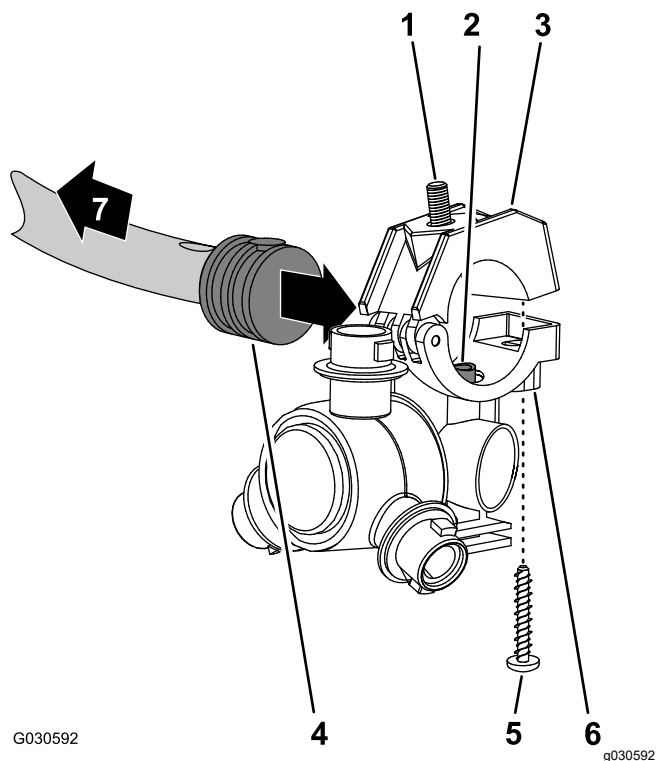
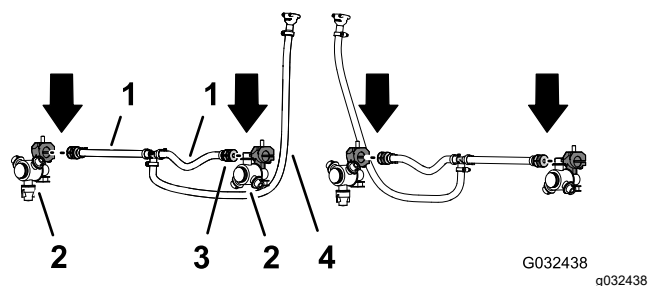

Рисунок 57
Рисунок 58
2. Выполняя действия с двумя распылительными соплами из доводочного комплекта системы опрыскивания GeoLink, выверните винт из нержавеющей стали, который крепит верхнюю половину зажима к опоре (Рисунок 57).
3. Найдите отверстие в боковой части хвостовика одностороннего шлангового штуцера типа «елочка», установленного в конце шланга длиной 25 см, входящего в состав шлангового узла (клапан опрыскивателя 5 или 6), для средней секции опрыскивателя (Рисунок 57 и Рисунок 58).
4. Совместите трубу для перекачивания в опоре распылительного сопла (Рисунок 57) с отверстием в боковой части хвостовика одностороннего шлангового штуцера типа «елочка» (1/2 дюйма).
5. Установите верхнюю половину зажима поверх хвостовика штуцера типа «елочка» и закрепите половину зажима и корпус распылительного сопла (Рисунок 57) с помощью винта из нержавеющей стали (№ 12 x 1 1/4 дюйма); затяните винт из нержавеющей стали с моментом от 14 до 18 Н·м.
6. Используя распылительное сопло, болт с шестигранной головкой и винт из нержавеющей стали, снятые при выполнении пунктов 1 и 2 раздела **Демонтаж распылительных сопел (страница 30)**, повторите действия, описанные в пунктах с 3 по 5, для хвостовика одностороннего шлангового штуцера типа «елочка» (Рисунок 57 и Рисунок 58), находящегося в конце другого шланга длиной 25 см (10 дюймов).
опрыскивателя 5 или 6) в средней секции стрелы (Рисунок 57 и Рисунок 58).